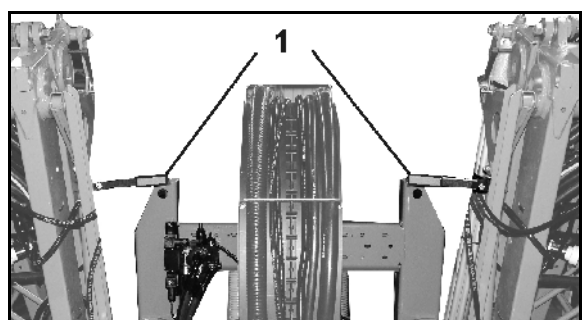

Fig. 11
- Fig. 11/...
- (1) Visuell kontroll av låsing av **Super-S-**bommen